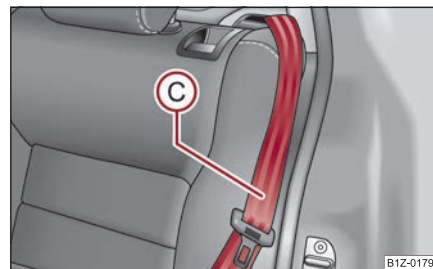

Fig. 84 Bloquear el respaldo de asiento
- Coloque el cinturón de seguridad lateral trasero (C) detrás del borde del revestimiento lateral ⇒ fig. 84.